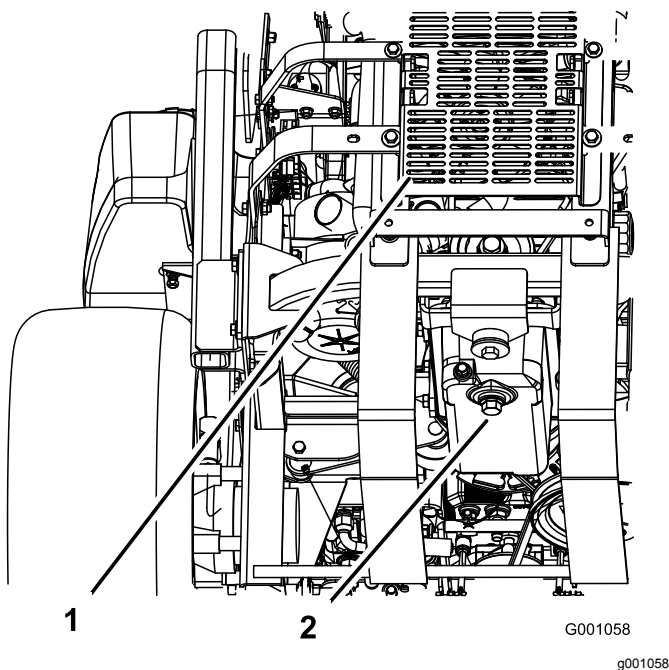

Figura 66
5. Coloque um recipiente debaixo do orifício de escoamento de óleo. Retire o tampão de escoamento e deixe o óleo escoar completamente (Figura 66).